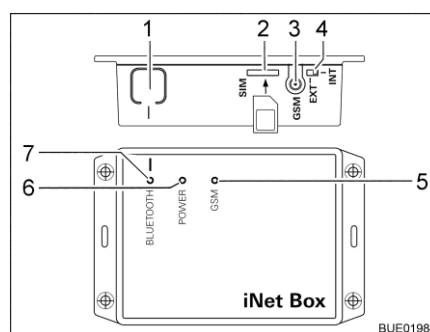

Fig. 251 Truma iNet Box
- Premere il tasto BLUETOOTH (Fig. 251,1) della iNet Box per 1 secondo. Nel terminale mobile la Truma iNet Box è visibile per circa 2 minuti (nome: "Truma iNet-Box"). In questo tempo il LED BLUETOOTH (Fig. 251,7) blu lampeggia.
- Spingere con cautela la mini SIM con il proprio numero di telefono e credito sufficiente nello slot (Fig. 251,2) della Truma iNet Box, come illustrato, finché non si innesta. Il LED GSM (Fig. 251,5) rosso deve lampeggiare costantemente. Quando dopo 20 secondi il LED rosso si spegne: Controllare la mini SIM.